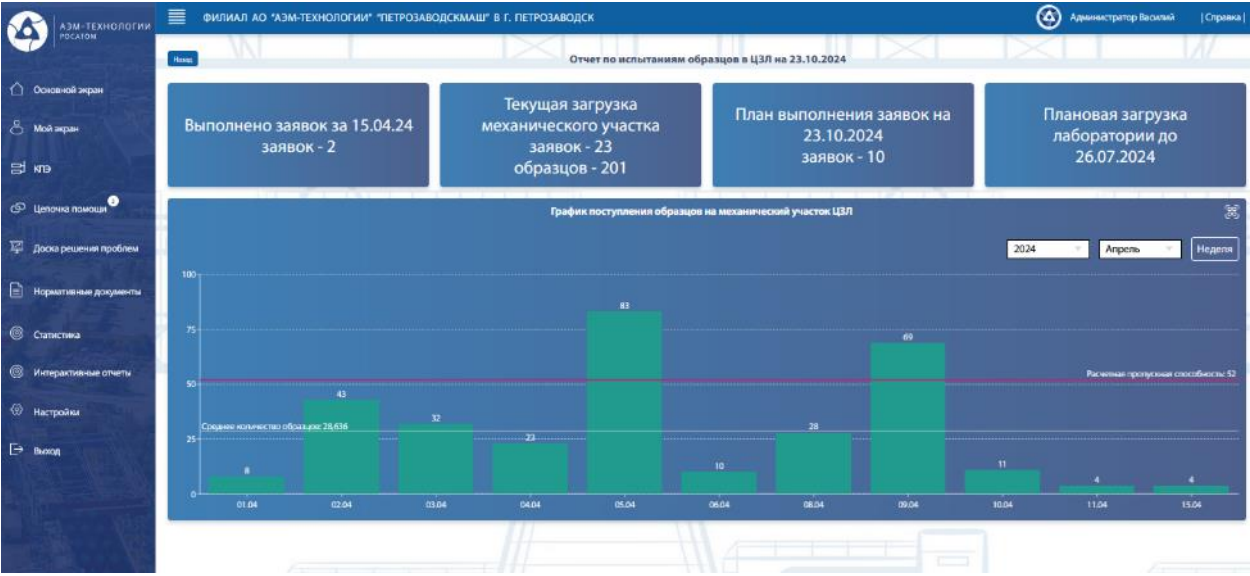

Рисунок 2.37
1. Блок «Отчет по испытаниям образцов в ЦЗЛ» с выводом 4ех показателей. При переходе внутрь блока выводятся параметры выполнения и загрузки, а также график поступления образцов на механический участок ЦЗЛ с возможностью фильтрации по году, месяцу и выводу данных за последнюю неделю (Рисунок 2.37)